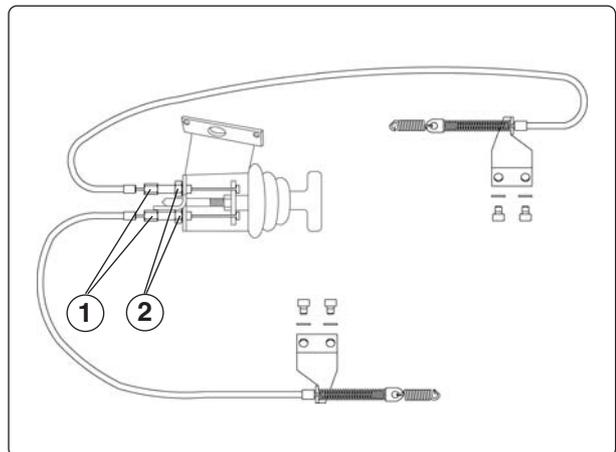

Abb. 17. Brementriegelung
4. Lösen Sie die Gegenmutter, siehe Abb. 17:2.
5. Schrauben Sie die Justierschraube ganz ein, siehe Abb. 17:1.